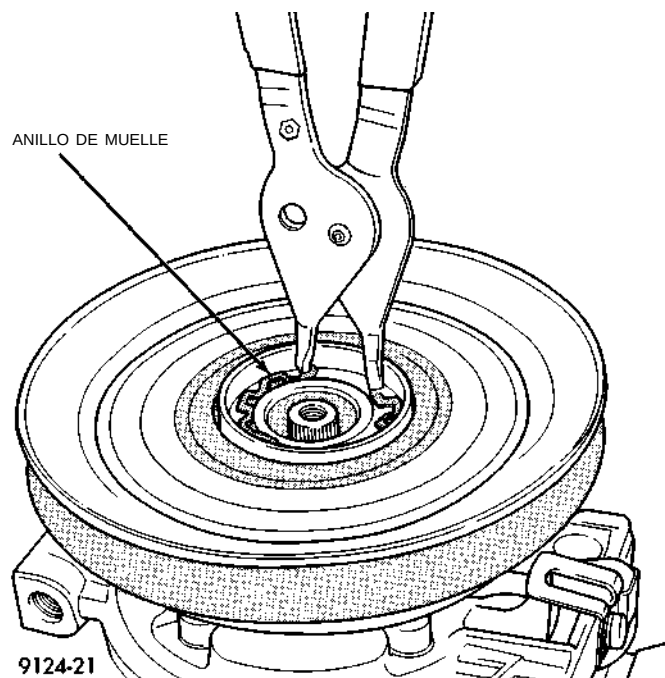

Fig. 25 Desmontaje del anillo de muelle de la polea
- (3) Retire el anillo de muelle de retención de la polea con alicates para estos anillos. Retire el conjunto de la polea del compresor. (Fig. 25).